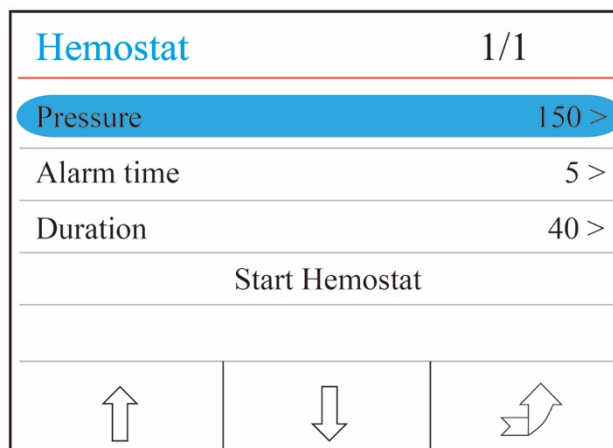

Figura 4.14 Schermata delle impostazioni Hemostat
- ✧ "Hemostat": premere per accedere alla schermata delle impostazioni Hemostat, come da figura 4.14.